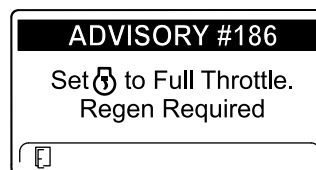

Figura 47
**Notă:** Dacă InfoCenter afișează ADVISORY #186 (recomandarea nr. 186) (Figura 47), setați motorul la accelerație maximă (interval mare de turatii) pentru a permite continuarea regenerării de resetare.